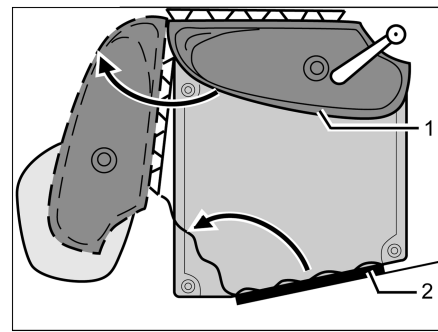

Bild 359 Vario-toalett
- Vrid tvättstället med bakväggen (Bild 359,1) i pilens riktning.
- Gå in i toalettrummet och stäng och lås toalettdörren (Bild 359,2) inifrån.